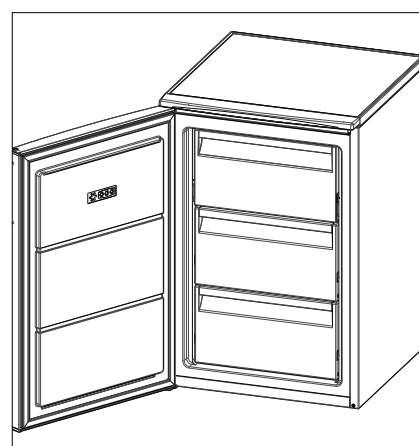

Fig. 14
Åbningsretningen for frysekabsdøren (4) er nu ændret (fig. 14).